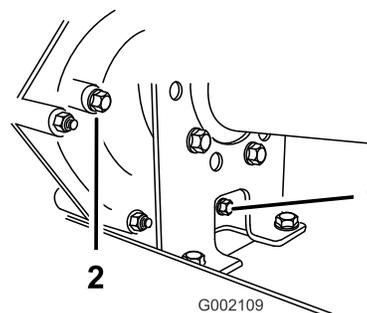

Figura 59
2. Limpe a área em torno dos tampões de enchimento e escoamento com um trapo (Figura 59).
4. Retire o tampão de enchimento rodando-o para a esquerda (Figura 59).
5. Retire o tampão de escoamento rodando-o para a esquerda (Figura 59).
6. Coloque e aperte o tampão de escoamento e a junta no orifício do tampão de escoamento da transmissão (Figura 59).
ou até o nível de óleo na transmissão estar alinhado com a parte inferior das estrias (Figura 59).
8. Coloque a aperte o tampão de enchimento e a junta no orifício do tampão de enchimento da transmissão (Figura 59).
10. Verifique o nível de fluido e adicione mais fluido, se o nível estiver abaixo das estrias do orifício do tampão de enchimento (Figura 59).